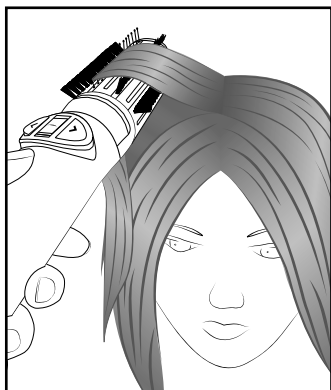

Fig. 2
- Inoltre è possibile ottenere maggiore volume presso l'attaccatura dei capelli se si mantiene semplicemente la spazzola rotonda **8**/**9** per qualche secondo sotto le ciocche presso l'attaccatura dei capelli (vedere la fig. 2). Eseguire questa operazione senza funzione di rotazione, altrimenti i capelli si impigliano nelle setole!